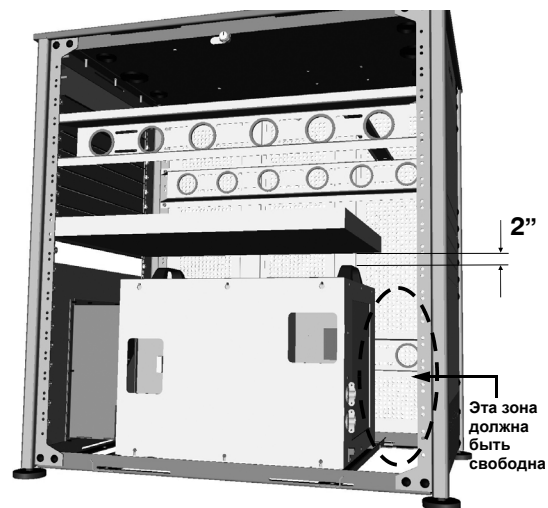

Рис. 2-4
- g. Расположите воздуховод непосредственно за LPS, чтобы направить поток воздуха изнутри модульной стойки наружу. **ОСТОРОЖНО!** Во избежание нарушения циркуляции воздуха не устанавливайте никакие компоненты перед источником питания лампы. См. **Рис. 2-4**.
- j. Для удобства технического обслуживания остальные компоненты в модульной стойке должны находиться на расстоянии не менее 5 см над ручками LPS. См. **Рис. 2-4**.